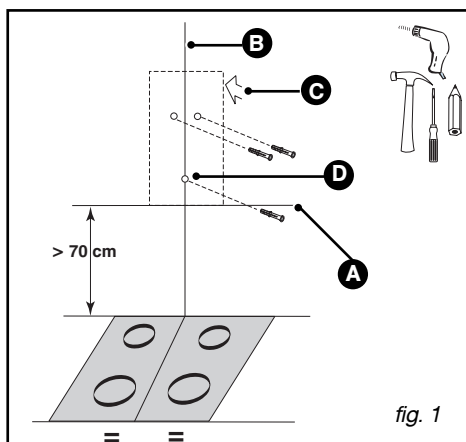

fig. 1
– Tracez un trait horizontal à 70 cm minimum du plan de cuisson (A/fig.1).
– Tracez un trait vertical (B/fig.1) sur le mur, centré par rapport au plan de cuisson en allant du plafond jusqu'en limite du trait horizontal précédent (A).
– Placez contre le mur le gabarit de perçage (C/fig. 1).
- Mettre la vis anti-soulèvement (D/fig 1)
– Fixez contre le mur, en appui sur le plafond, le support de cheminée métallique avec les deux vis (fig. 1).